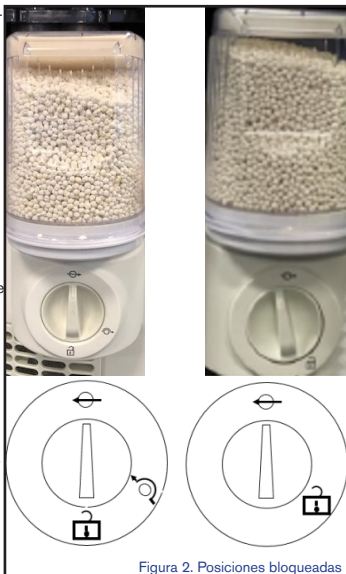

Figura 2. Posiciones bloqueadas
ADVERTENCIA: Si encuentra resistencia al intentar colocar el AbCan, no utilice la fuerza, ya que podría dañar el equipo. En su lugar, compruebe la alineación de los puertos y la posición de la AbCan como se muestra en la figura 2.
Paso 3: Ahora gire el interruptor de bloqueo de forma que apunte hacia arriba, a la posición bloqueada, según se muestra en la Figura 2. AbCan está ahora ubicado en la posición bloqueada y está listo para las pruebas de fugas y compliance previas al uso.